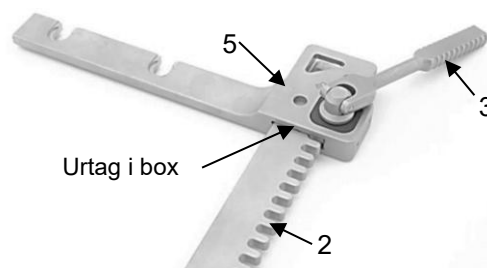

fig. 8
Skjut in kuggstängan (2) i urtaget i boxen (5) tills drivspakens (3) drev griper in i kuggstaven (2) (fig. 8).